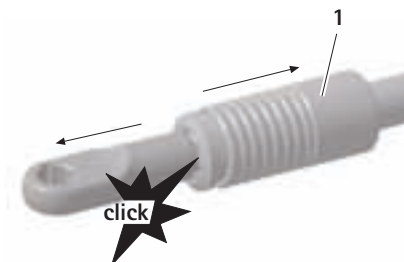

Рис. 4
- Потянуть назад элемент с быстросъемной фиксации 1 с соединительного элемента A либо взять универсальный держатель UNITRAC J за ручку и потянуть назад, см. Рис. 4.